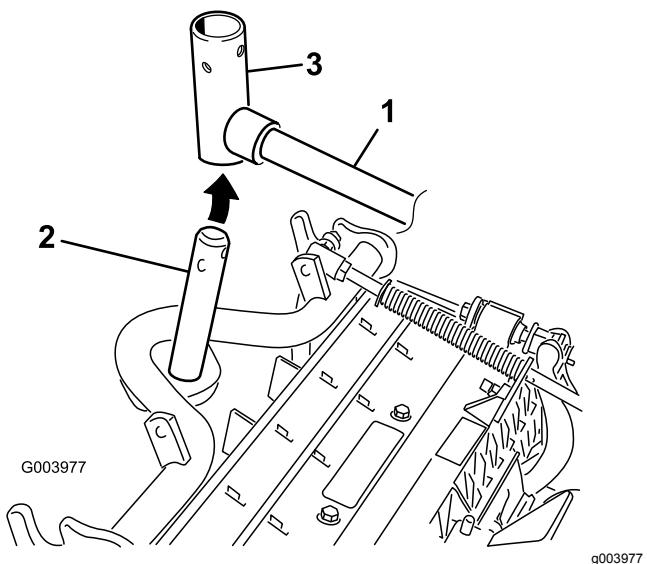

Рисунок 10
8. У передних режущих блоков: задвиньте режущий блок под подъемный рычаг, вставляя при этом ось несущей рамы в находящуюся над ней поворотную втулку подъемного рычага (Рисунок 10).
B. Вставьте втулку подъемного рычага в ось несущей рамы (Рисунок 10).